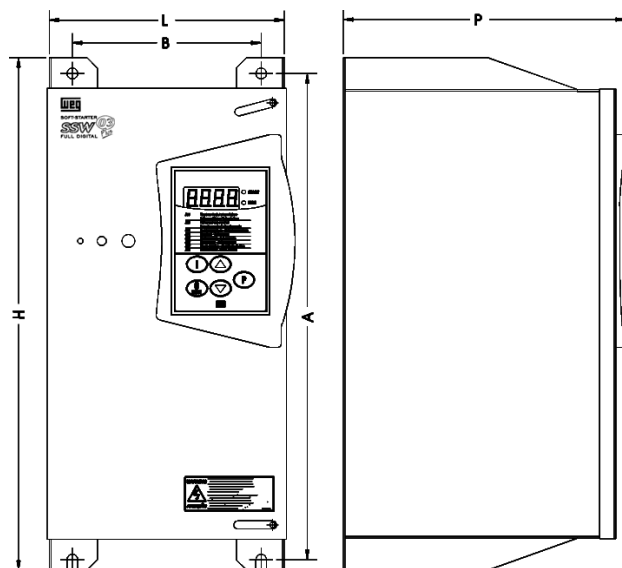

Figura 3.2 - Dimensional para SSW-03 Plus e furação para fixação
- ☑ Dimensões externas, furos p/ fixação etc, ver figura 3.2.